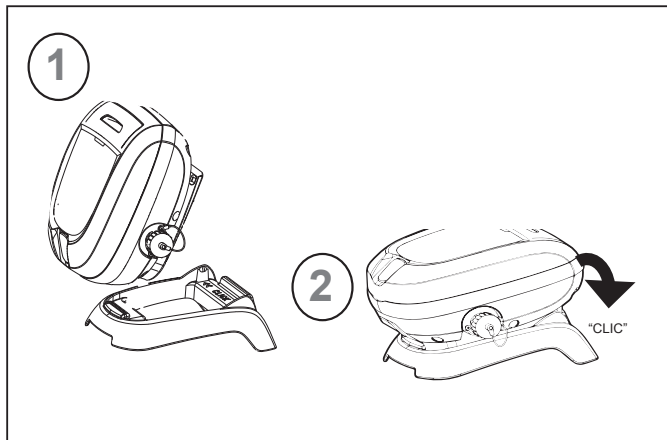

Figura 1. Conectar a la base de la unidad de control
- **ESTADOS UNIDOS:** De acuerdo con los requisitos del NEC®, mantenga la unidad de control por lo menos a (5) pies (1,5 m) del borde de la piscina. **CANADÁ:** De acuerdo con los requisitos del CEC, mantenga la unidad de control por lo menos a tres (3) metros (10 pies) del borde de la piscina.
1. Encaje la unidad de control firmemente en la base de la unidad de control (Figura 1).